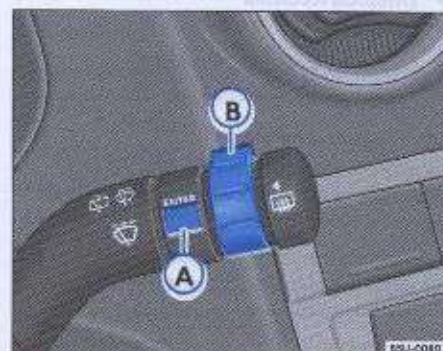

Fig. 44. Localización de las teclas de control en la palanca del limpiaparabrisas
- A partir del menú principal → página 58, seleccione el ítem de menú **Comp. bordo** y presione la tecla **[ENTER]** (A) → Fig. 44, en la palanca del limpiaparabrisas.
En el menú **Comp. bordo**, accionándose la tecla  $\Rightarrow$  página 61, fig. 44 **(A)** en la palanca del limpiaparabrisas, se puede conmutar entre las siguientes informaciones:
- A partir del menú principal  $\Rightarrow$  página 58, seleccione el ítem de menú **Estado vehic.** y presione la tecla  $\Rightarrow$  página 61, fig. 44 **(A)**, en la palanca del limpiaparabrisas.
→ página 58, seleccione el ítem de menú **Configurar** y presione la tecla → página 61, fig. 44 A.